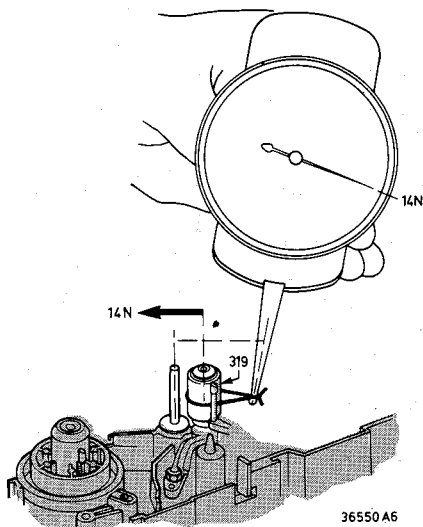

Fig. 2-2-7
- Mit einer Federwaage die Kraft messen, die die Andrückrolle in Richtung der Tonwelle ausübt (messen während der Bewegung auf die Tonwelle hin) (Fig. 2-2-7. hin) Bild 2-2-7.